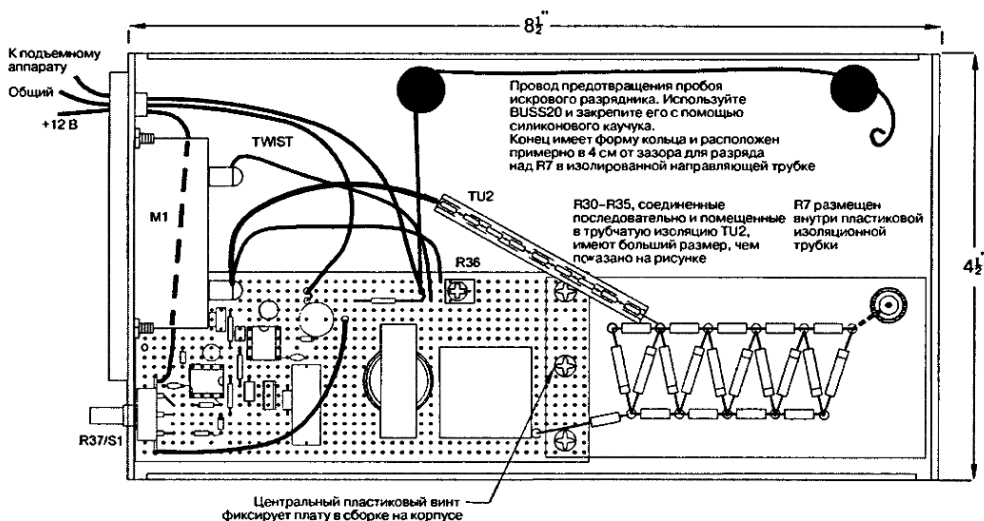
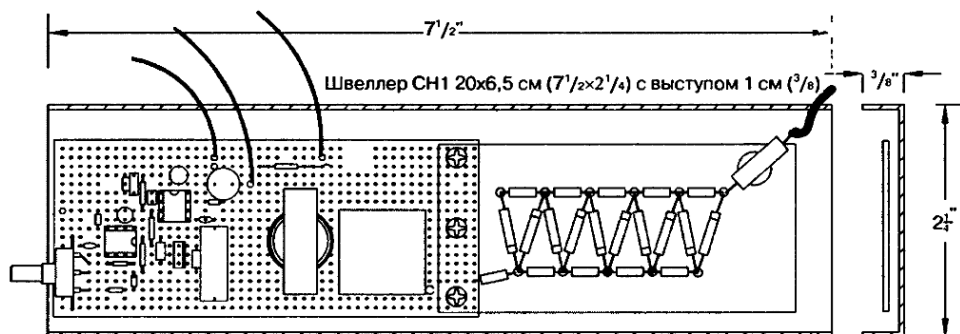

Рис. 1.8. Общий вид окончательной сборки с указанием размеров чехла
Рис. 1.10. Альтернативный вариант модуля GRA10 с разводкой печатной платы в сборе без измерителя M1
7. Изготовьте швеллер из пластика толщиной 0,15 см. Прикрепите его к плате, приклейте углы силиконовым клеем. Вы можете также поместить устройство в пластмассовую коробку нужного размера, как показано на рис. 1.8 и 1.9. Более простой вариант чехла, который не включает измеритель M1, показан на рис. 1.10.